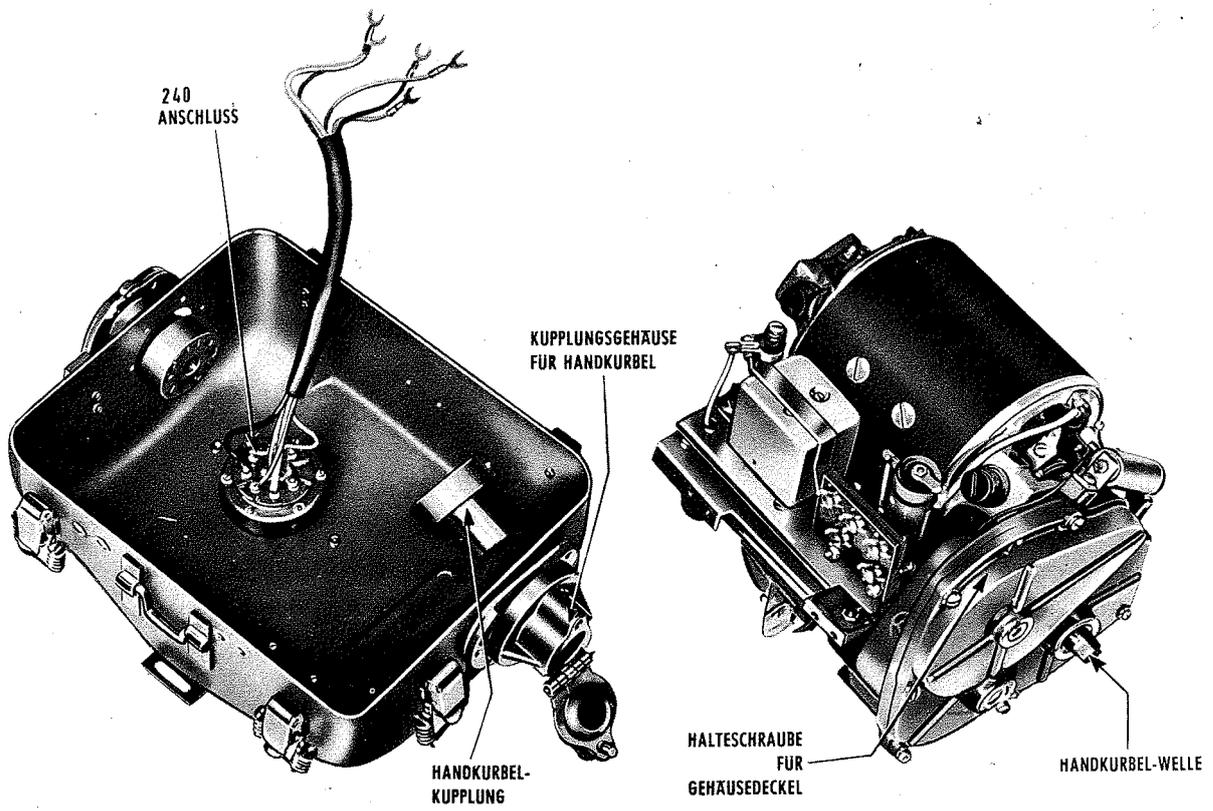

Bild 105 Generator GN-58-A aus dem Unterteil genommen
- b) Vom Kurbelschaft des Kupplungsgehäuses sieben Schrauben entfernen (Bild 105).